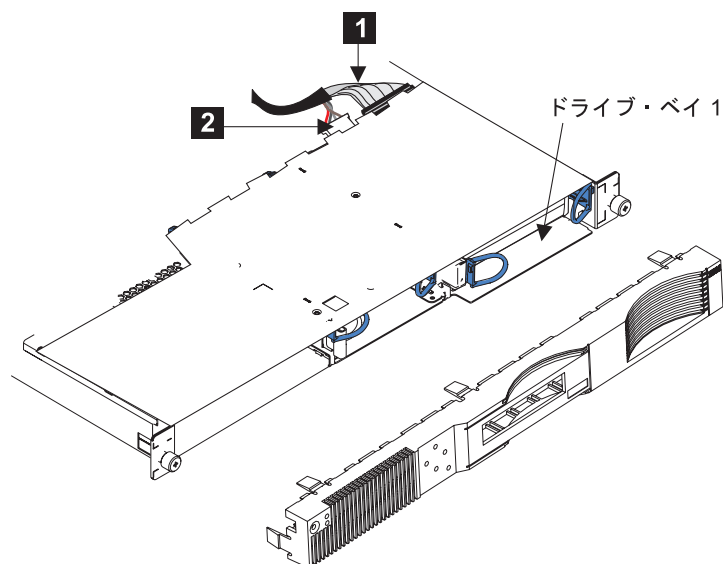

図 91. SAN ボリューム・コントローラー 2145-4F2 ディスク・ドライブ・ケーブルの取り外し
4. SCSI シグナル・コネクタ **1** と電源コネクタ **2** をディスク・ドライブの背面から切り離してから、ケーブルを取り外します。図 91 を参照してください。